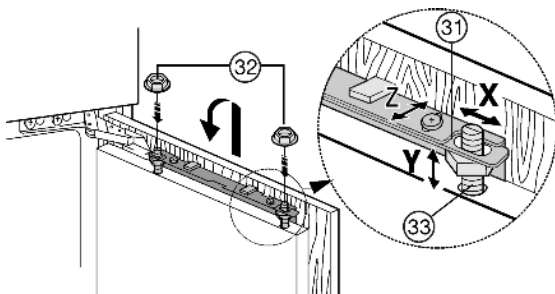

Fig. 22
- ▶ Навесьте мебельную дверцу на регулировочные болты Fig. 22 (33) и контргайки Fig. 22 (32) накрутите на регулировочные болты, не затягивая.
- ▶ Выравнивание мебельной дверцы по высоте и боковому наклону: с помощью отвертки установите положение регулировочными болтами Fig. 22 (33).
- ▶ Затяните контргайки Fig. 22 (32).